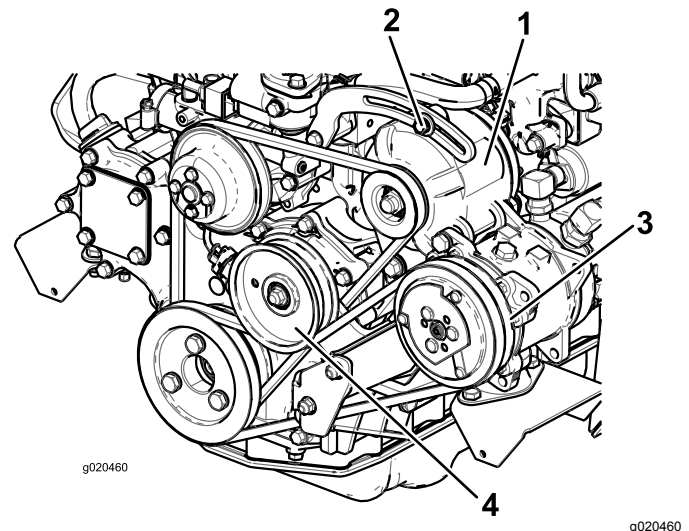

Bild 113
Lockern Sie bei einer Durchbiegung von mehr oder weniger als 10 mm die Befestigungsschrauben der Lichtmaschine (Bild 113).
Prüfen Sie den Zustand und die Spannung des Riemens (Bild 113) alle 100 Betriebsstunden.
2. Lockern Sie bei einer Durchbiegung von mehr oder weniger als 10 mm die Befestigungsschraube der Spannscheibe (Bild 113). Erhöhen oder reduzieren Sie die Spannung der Kompressor-Riemen Spannung und ziehen Sie die Schraube fest. Prüfen Sie die Riemen Spannung noch einmal auf korrekte Einstellung.